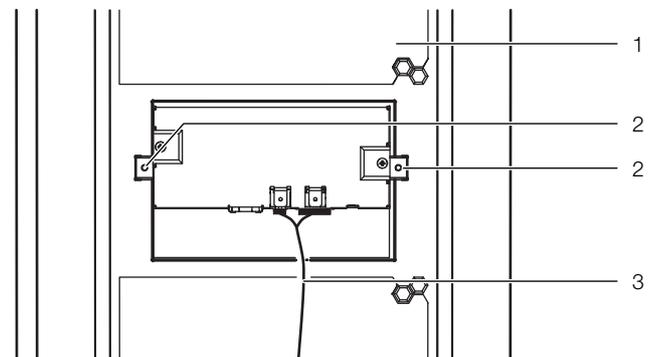

Abb. 55: Befestigen des Displays
- Schieben Sie das Display von außen in den Ausschnitt ein, bis es vorne an der Tür (Abb. 55, Pos. 1) des Liquid Cooling Package anliegt.
- Ziehen Sie von innen die beiden Befestigungsschrauben (Abb. 55, Pos. 2) an (IS 2,5).